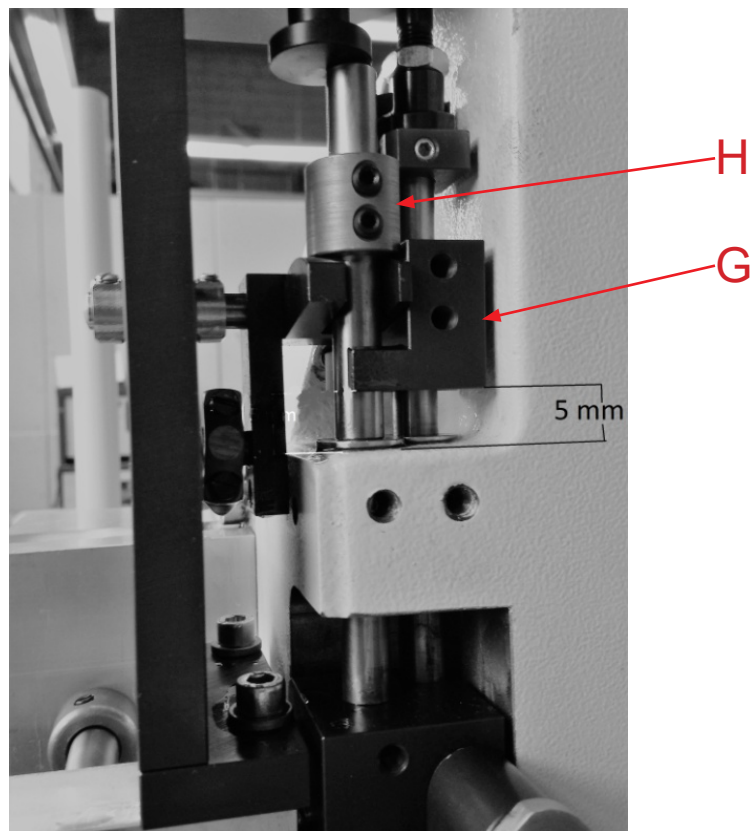

Fig. 4
5. Set presser foot bracket (G, Fig. 4) to 5 mm height.
Set stroke with collar (H, Fig. 4) of the upper feed.
5. Drückerrusshublager (G, Fig. 4) auf Höhenmaß 5 mm einstellen.
Mit Stelling (H, Fig. 4) Hub des Obertransport einstellen.